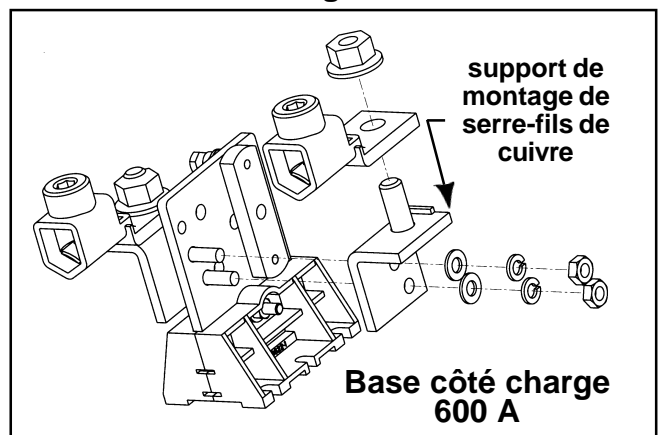

Fig. 3
6. Au moyen de ces fixations et de celles du jeu, fixer les supports de montage des serre-fils de cuivre aux bases côté secteur et côté base (qui doivent comporter des fusibles). Voir la figure 3, où l'on peut voir une base côté charge de 600 A). Serrer les fixations à 65 lb-po.
7. Fixer les pince-fils de cuivre aux supports de montage, en serrant les fixations à 480 lb-po (fig. 3).